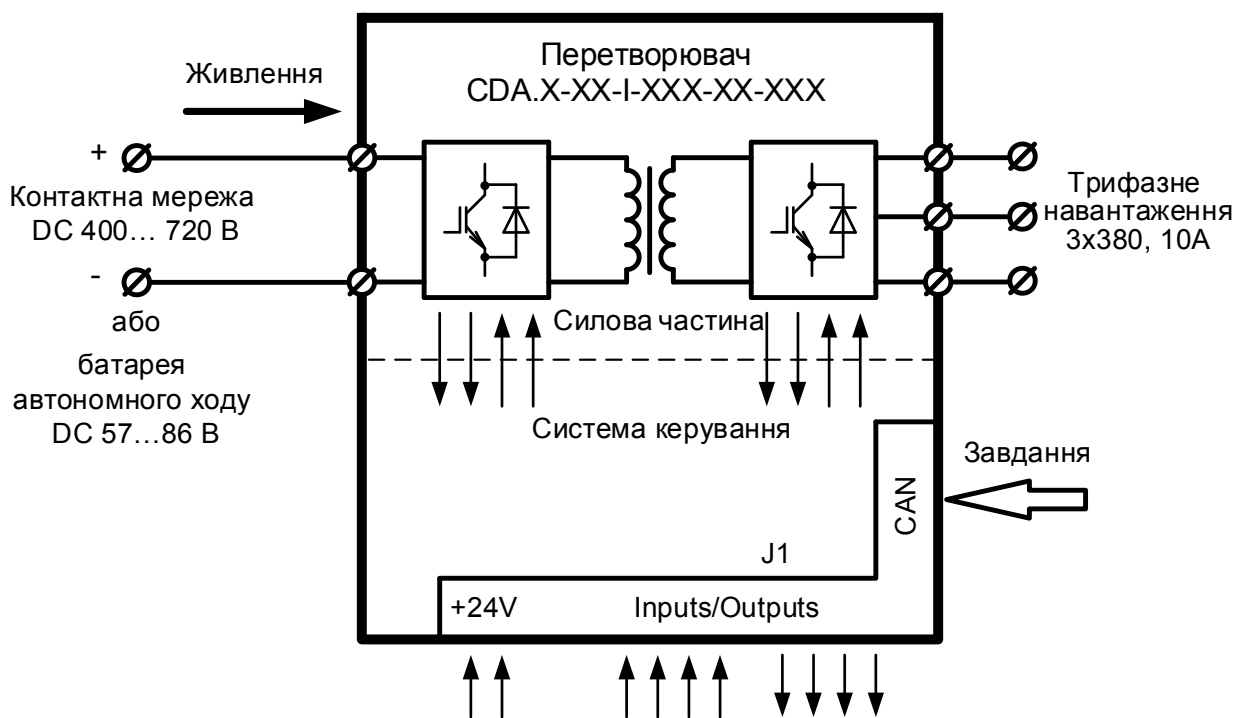

Рисунок 3.1 – Функціональна схема перетворювача
3.4.11 Статичні перетворювачі серії CDA.X-XX-I-XXX-XXX-XX мають діагностичну систему, яка передає інформацію про його стан роботи до системи верхнього рівня через CAN мережу або інтерфейс дискретних виходів. Інформація про стан роботи формується за допомогою дискретних релейних виходів типу «сухий контакт». Призначення релейних виходів та їхнє розташування на роз'ємі J1 наведено на рис. 3.1, на якому: